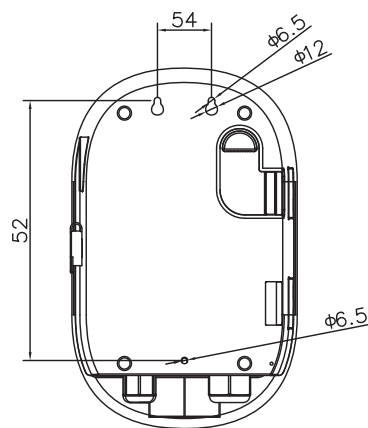

图2 充电桩挂墙孔位示意图
① 按照充电桩背面安装孔位置（如上图2），在安装位置标记好孔位打孔，放入塑料膨胀管，上方两个孔位穿入自攻螺丝固定，注意预留自攻螺丝长度挂充电桩，悬挂好充电桩后，在充电桩下方孔位内穿入自攻螺丝固定即可。